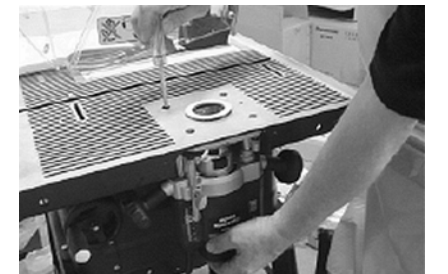

Рис.23
8.8. Установка ручного фрезера (Рис. 23)